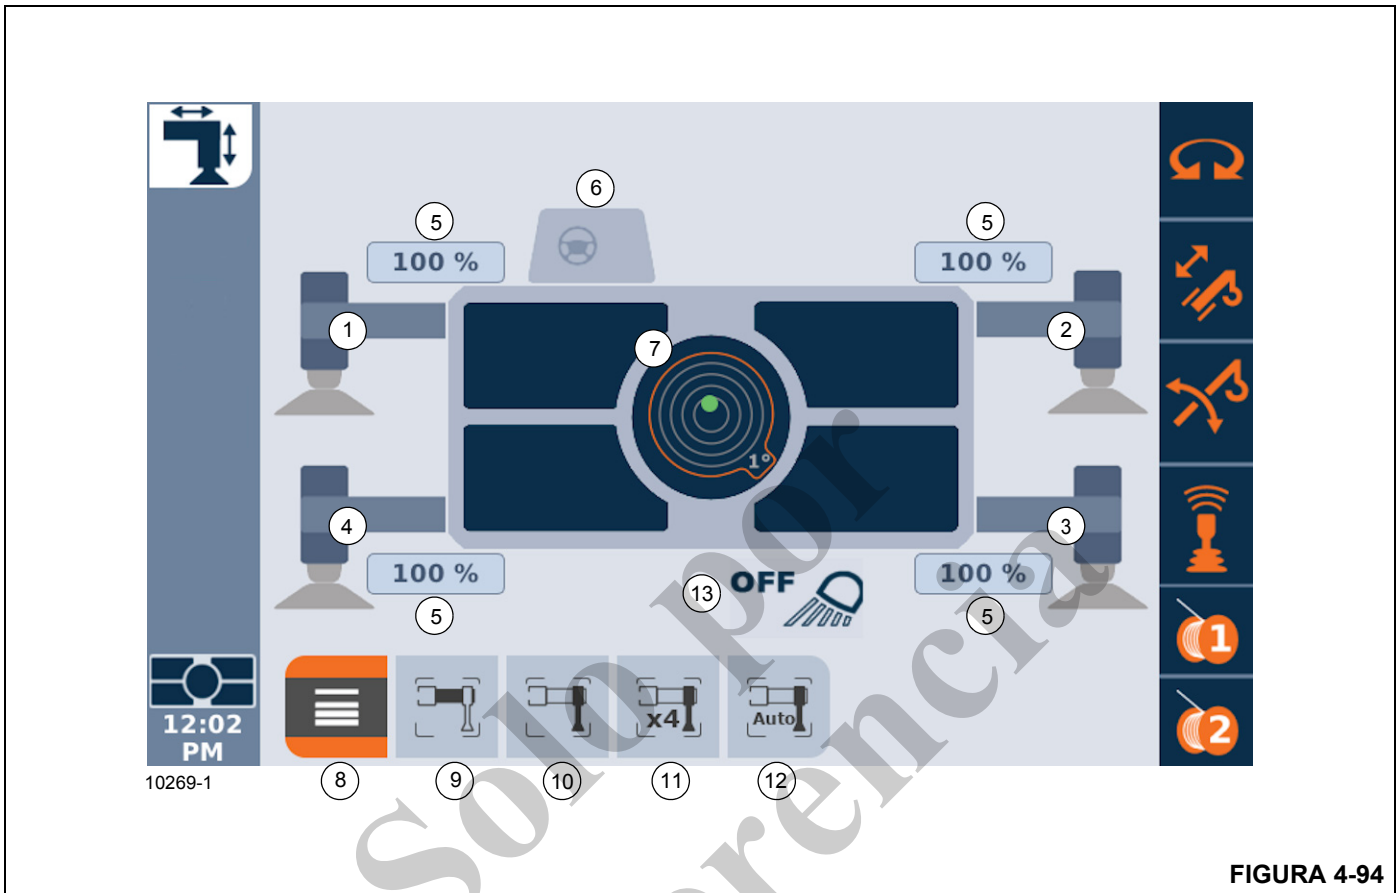

FIGURA 4-94
La pantalla de la función de extensión/retracción de los estabilizadores (Figura 4-94) permite al operador ajustar los estabilizadores y nivelar la grúa mediante un modo manual o semiautomático. La pantalla de la función de extensión/retracción de los estabilizadores también se utiliza para retraer y almacenar los estabilizadores, así como para accionar las luces de trabajo montadas en el lateral del vehículo.
El símbolo del volante (6, Figura 4-94) que se muestra en la pantalla de la función de extensión/retracción de los estabilizadores corresponde a la parte delantera de la grúa. Los términos izquierda y derecha corresponden a los lados izquierdo y derecho del operador cuando está mirando hacia adelante sobre la parte delantera (eje) de la grúa.
1. Use el cuadrante selector o los botones de flecha en el panel de control de navegación para seleccionar el icono de encendido/apagado de las luces laterales del vehículo (13, Figura 4-94) (el fondo del icono se tornará naranja cuando se seleccione).